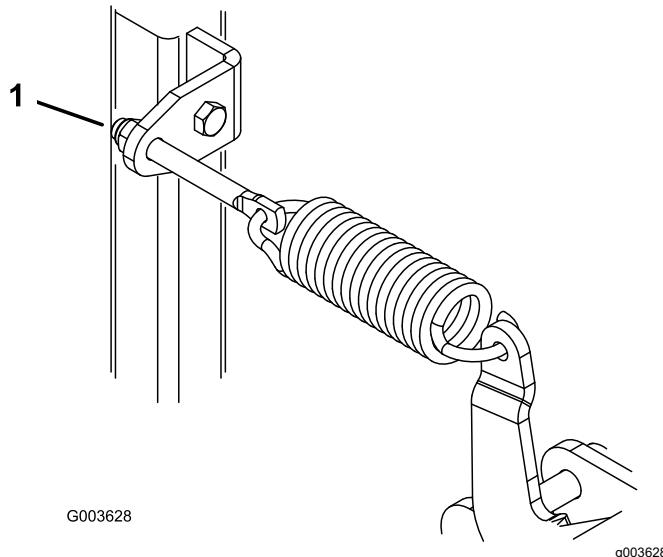

Figure 15
2. Tournez les écrous de réglage de ressort (Figure 15) dans le sens horaire pour éléver la lame et dans le sens antihoraire pour l'abaisser.